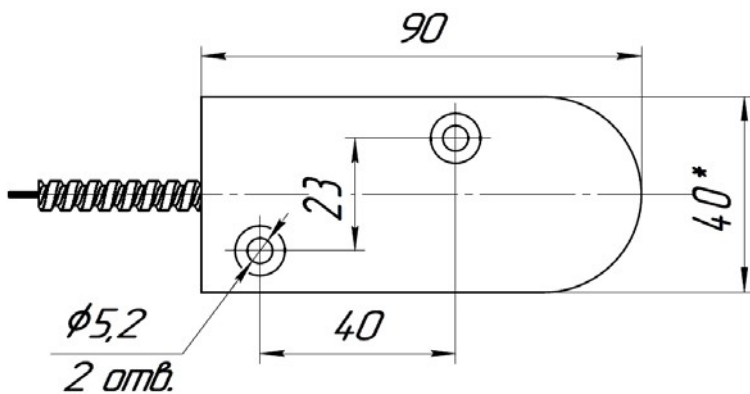

Рис.2
1.12 Расположение и диаметр крепежных отверстий ИО102-40 приведены на рис.1 и рис.2.